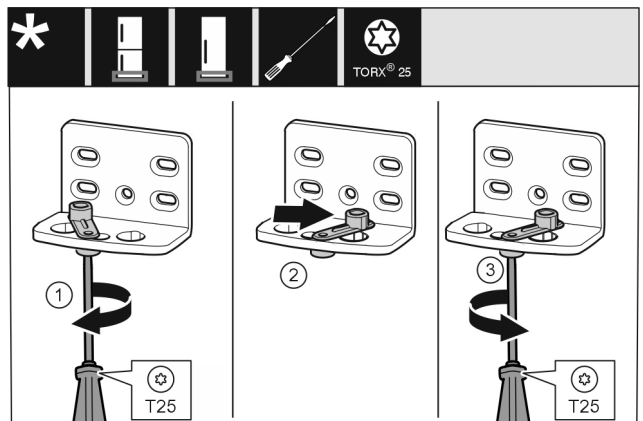

Fig. 12
- Skruva in skruven lite löst med skruvmejsel T25. Fig. 12 (1)
- Lyft på dörrstängningsautomatiken och vrid den 90° åt höger i hålet. Fig. 12 (2)
- Dra åt skruven med skruvmejsel T25. Fig. 12 (3)